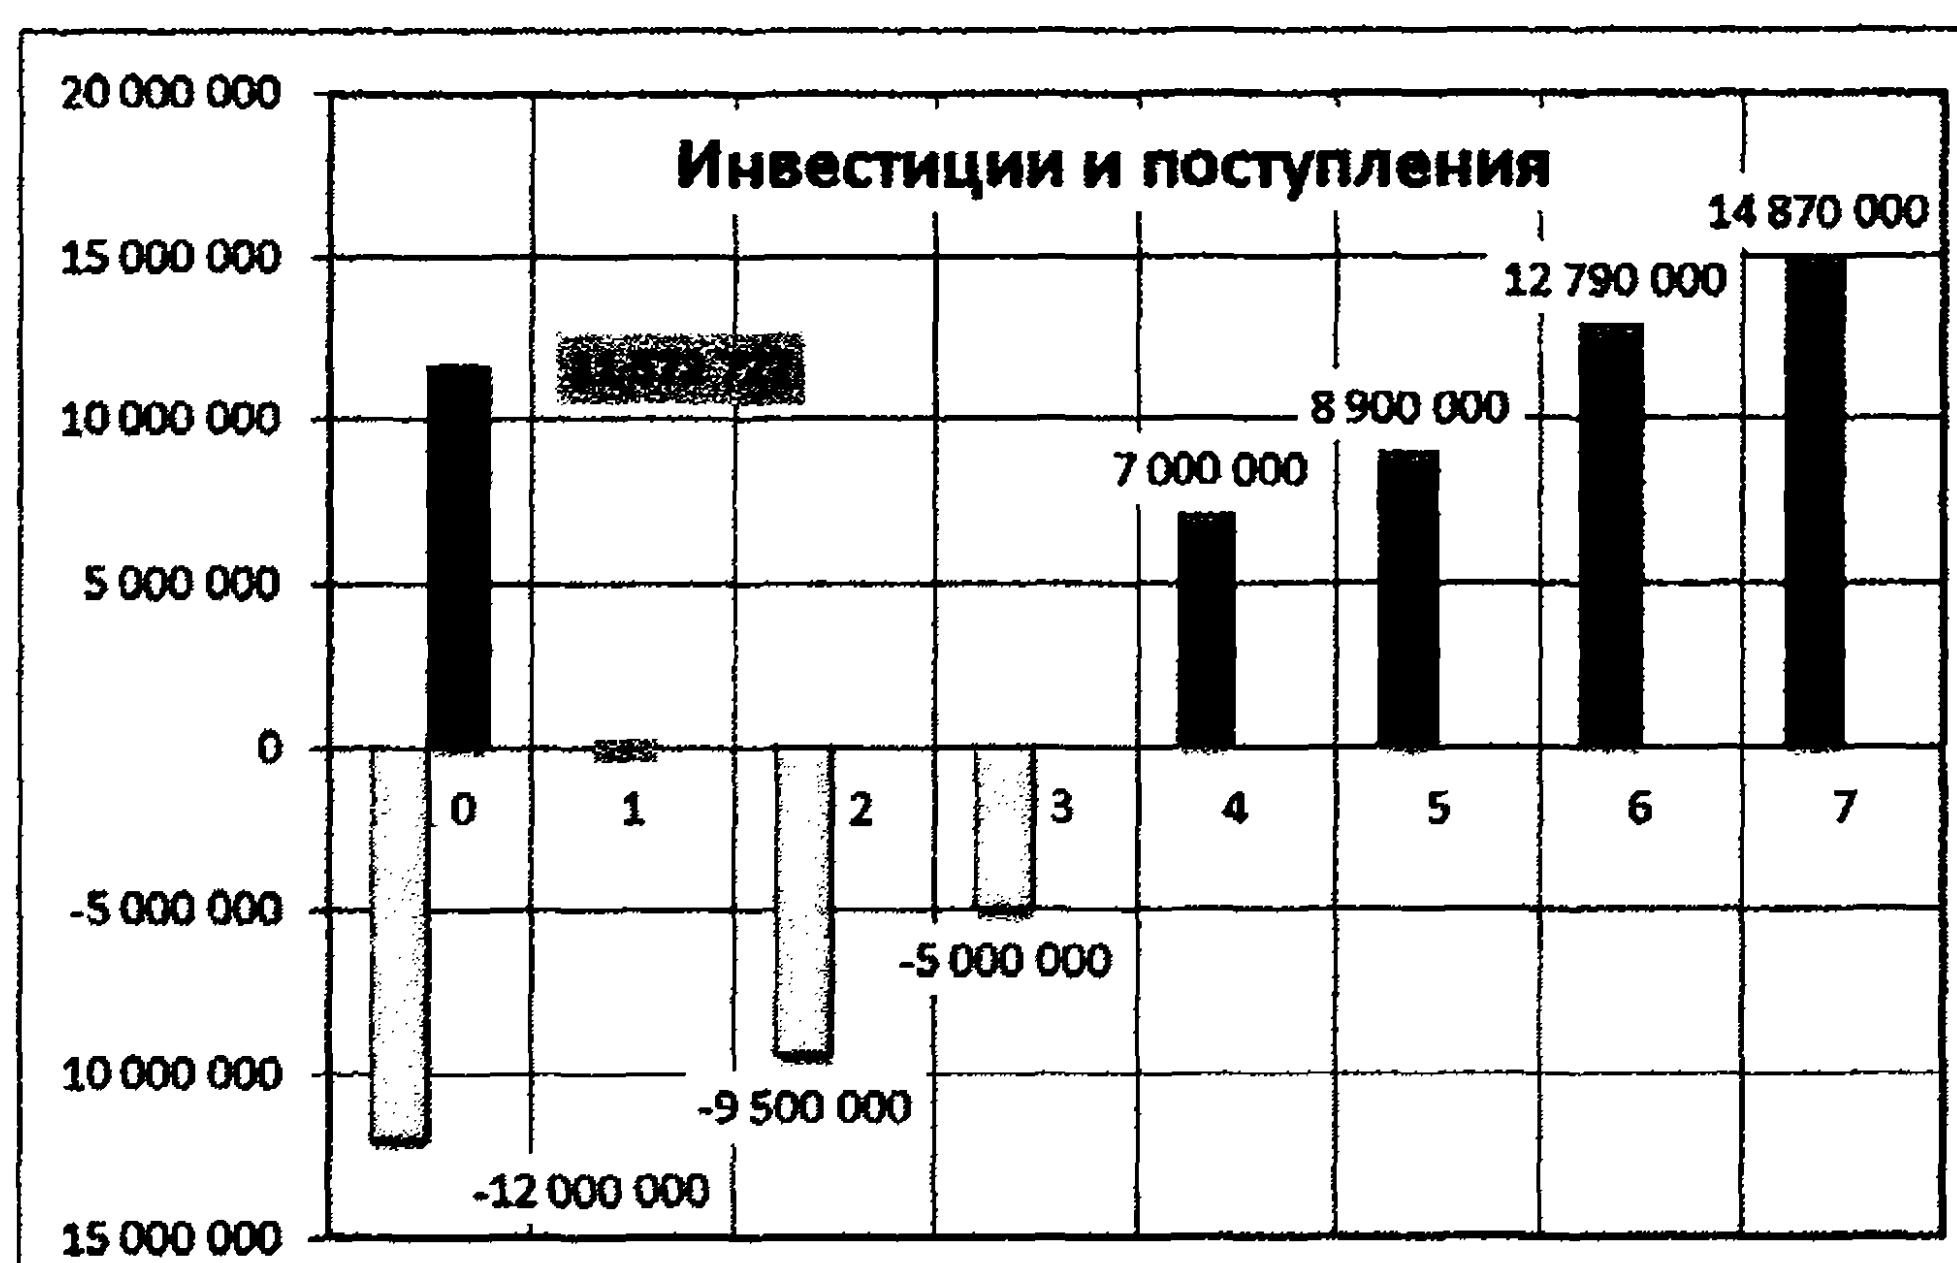

Рис. 6.1. Задача 1
*Определить экономическую целесообразность проекта* в том случае, если первоначально необходимо вложить 12 000 000 руб., в конце второго года провести дополнительную инвестицию в размере 9 500 000 руб., а в конце третьего года — 5 000 000 руб. (рис. 6.1).